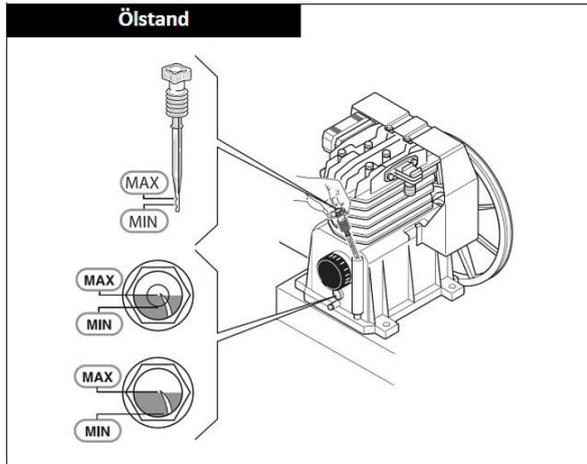

Abb. 4: Ölstand-Anzeige
Schritt 5: Den Verschluss vom Verdichter-Gehäuse abnehmen und den Prüfstab einstecken. Den Ölstand prüfen. Der muss zwischen dem Höchst- und dem Mindestwert des Schauglases bzw. des Ölmesstabs liegen (Abb. 4).